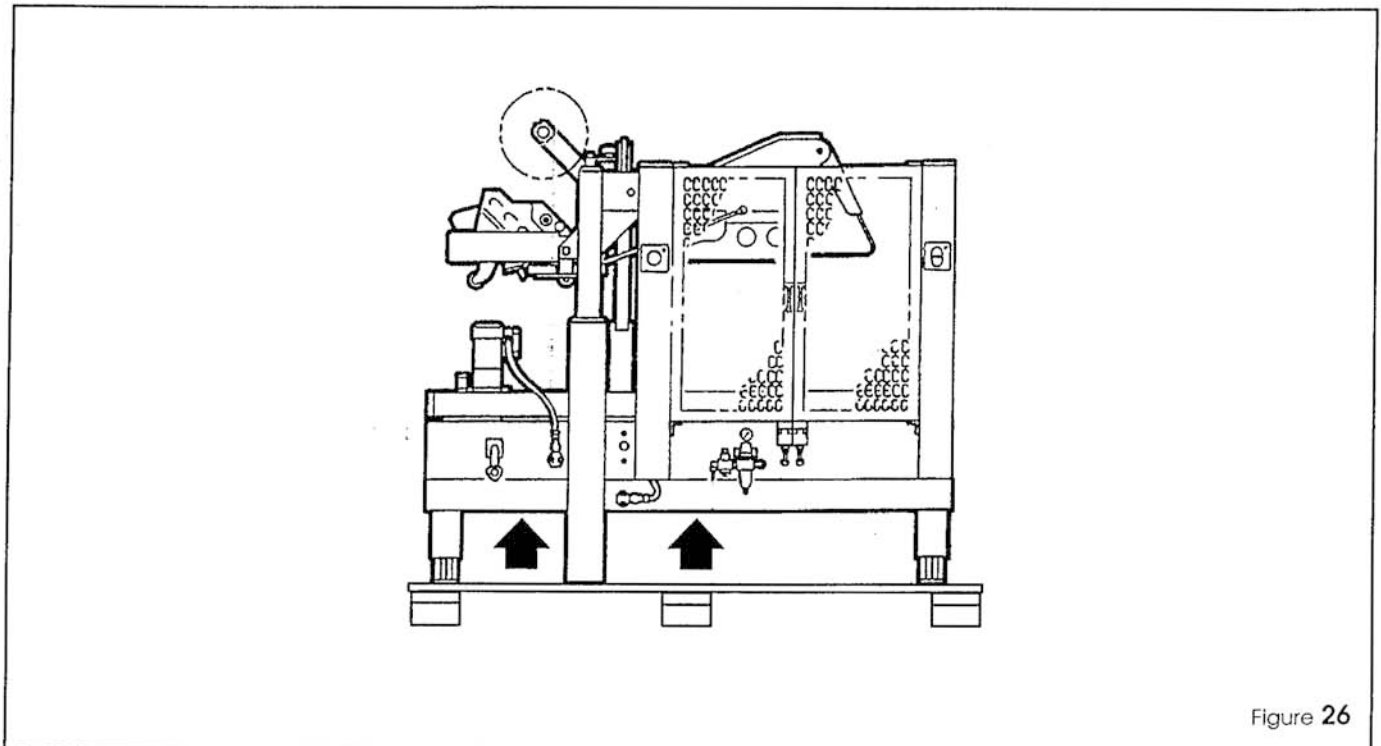

Figure 26
- 1 - Soulever la machine en utilisant un chariot élévateur (ou un autre outil approprié). Placer les fourches aux points indiqués sur la Figure 26.
- 1- Maschine an den in Figure 26 gekennzeichneten Punkten mit Gabelstapler anheben.